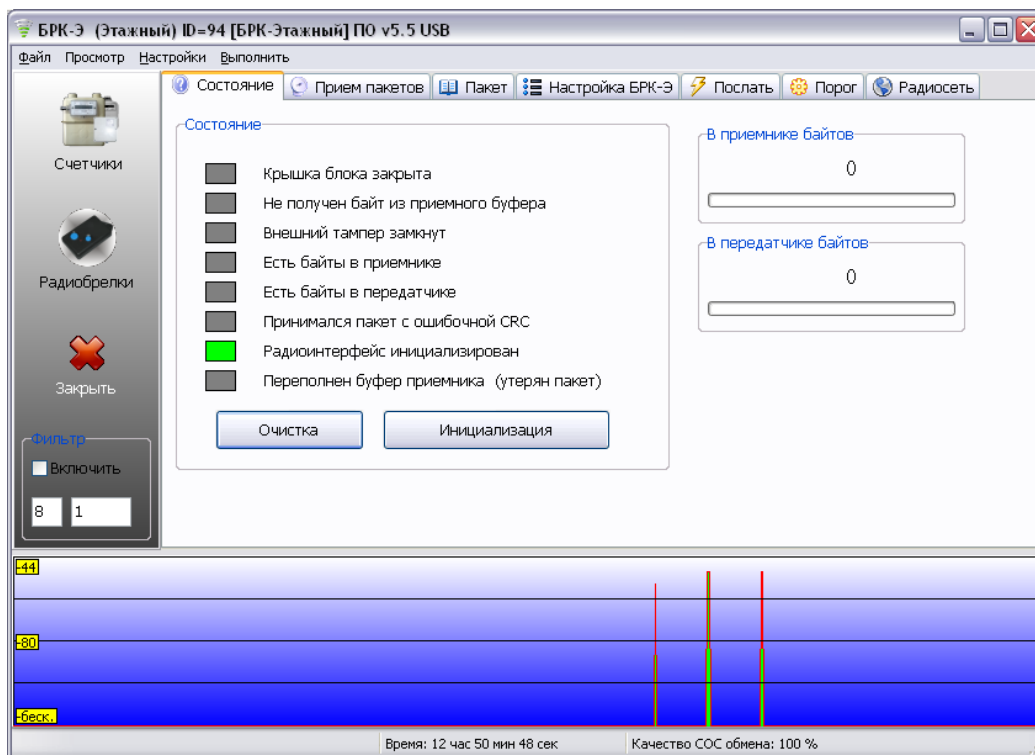

Рисунок 14 - Установка порога приема ИПЛ
4) Выбрать в таблице виртуальный БРК-Э (рисунок 14).